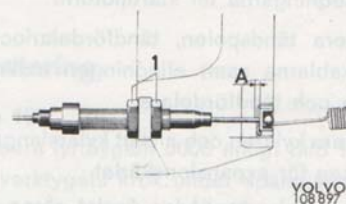

Bild 17. Justering av kopplingsspel, 140
7. **B 20:** Montera kopplingsvajern i svänghjulskåpan och hävarmen alt. montera kopplingscylindern. Montera retur fjädern och justera kopplingsspelet, se bild 17.
4. Montera avgasrörets klamma, kopplingsvajern och retur fjädern. Justera kopplingspelet enligt bild 17.